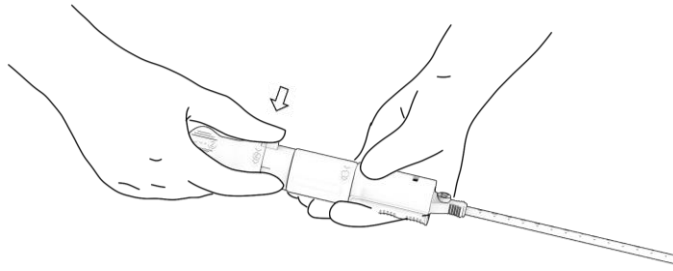

Abbildung 15. Lösen der Nockensperre.
- a. Die mit „4“ bezeichnete Nockensperre ausfindig machen und die grüne Taste vollständig niederdrücken. Abbildung 15. Sicherstellen, dass die Taste vollständig niedergedrückt ist, bevor mit Schritt 5 fortgefahren wird.